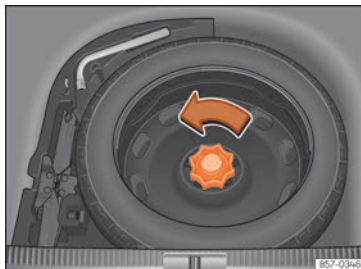

Fig. 254 Na bagageira: piso de carga levantado.
- Mova a roda no sentido contrário ao dos ponteiros do relógio »» Fig. 254.
- Mova a roda no sentido contrário ao dos ponteiros do relógio »» Fig. 254¹⁾.